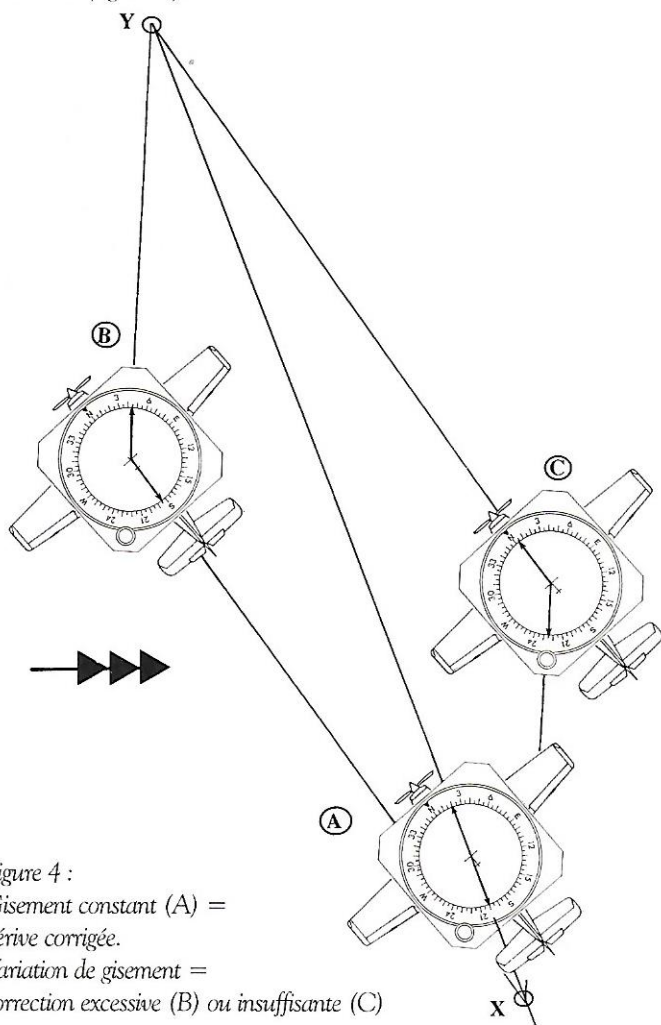

Figure 4 :
- la correction de dérive : c'est la prise de cap compris entre la route et le vent (figure 4).